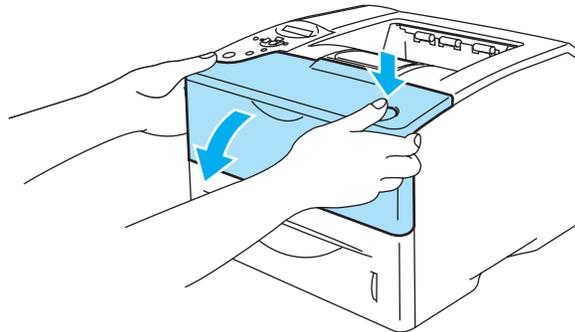

Figura 6-17
- Para evitar que se produzcan daños en la impresora por electricidad estática, no toque los electrodos que se muestran en la figura 6-17.